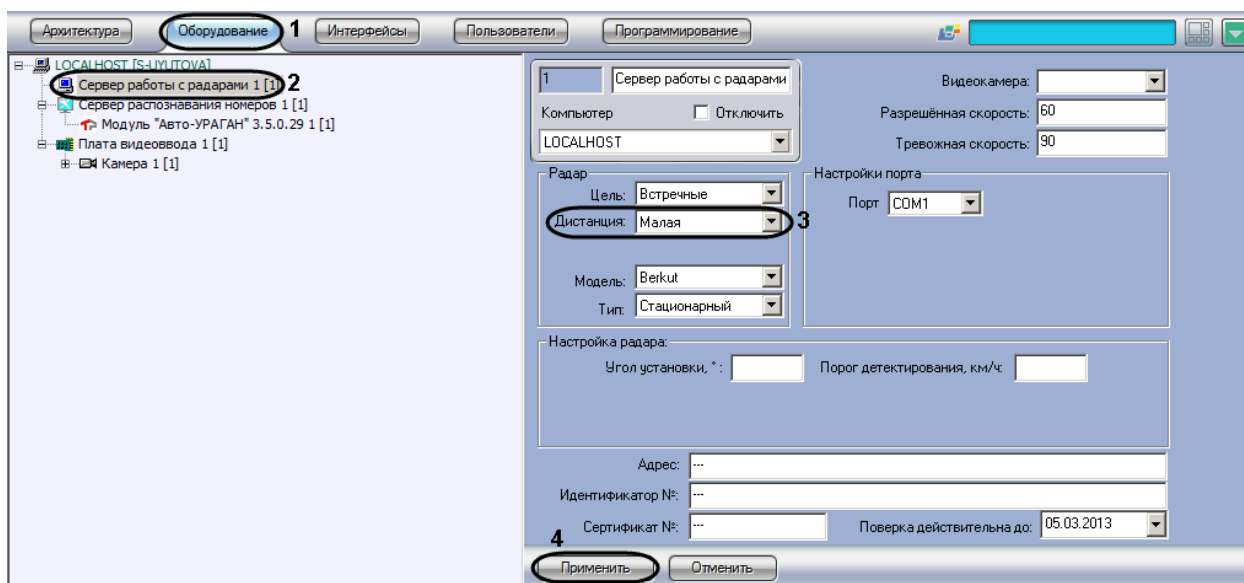

Рис. 7.3—8. Выбор дистанции для определения скорости движения транспортного средства
1. В диалоговом окне «Настройка системы» перейти на вкладку «Оборудование» (см. Рис. 7.3—8, 1).
2. В дереве объектов на вкладке «Оборудование» выбрать объект «Сервер работы с радаром», соответствующий настраиваемому программному модулю «Радар» (см. Рис. 7.3—8, 2). В правой части вкладки «Оборудование» отобразится панель настройки выбранного объекта.
3. В списке «Дистанция» выбрать расстояние от устройства «Радар» до места определения скорости движения транспортного средства, на котором требуется определять скорость движения (см. Рис. 7.3—8, 3).